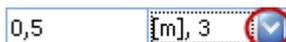
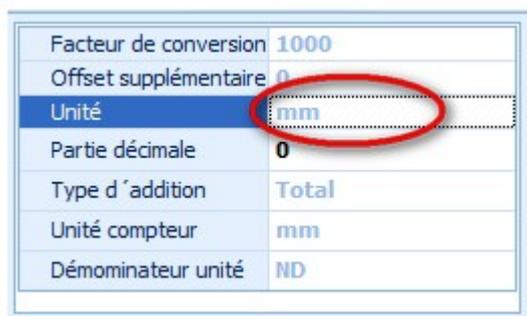

Figure 12: Représentation d'une grandeur physique
Figure 13: Configuration d'une unité physique
En activant les boutons d'extension cochés en Figure 12, des configurations pour l'unité actuelle peuvent être exécutées. Pour les configurations possibles, voir Figure 13.
*Le nombre de décimales ne s'applique PAS aux valeurs „0“. Si par exemple, comme affichées à la figure 12, 3 décimales sont configurées, cela n'influence nullement le nombre "0,5". Il ne sera pas affiché „0,500“.*
Possibilité de sélectionner différentes unités (on différencie par exemple entre des mesures de longueur, de surface ou de volume) pour la catégorie actuelle via les boutons d'extension cochés à la Figure 13. La conversion de la valeur affichée a lieu immédiatement. Les catégories pour les valeurs de saisie dans le dialogue NivuSoft sont prédéfinies et ne peuvent être modifiées.